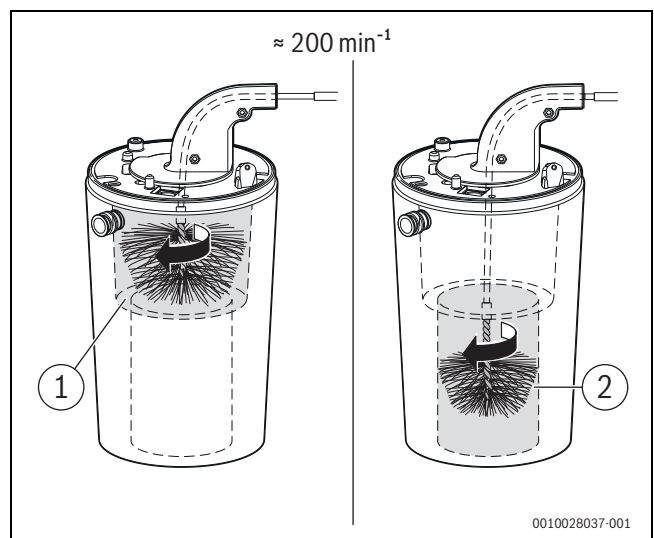

Fig. 125 Curățarea blocului de căldură (aprox. 200 min-1, rotirea se realizează numai în sensul mișcării acelor de ceasornic)
- ▶ Repetați procesul pentru secțiunea inferioară, folosind o perie de dimensiuni mici (→ Fig. 125, [2]).